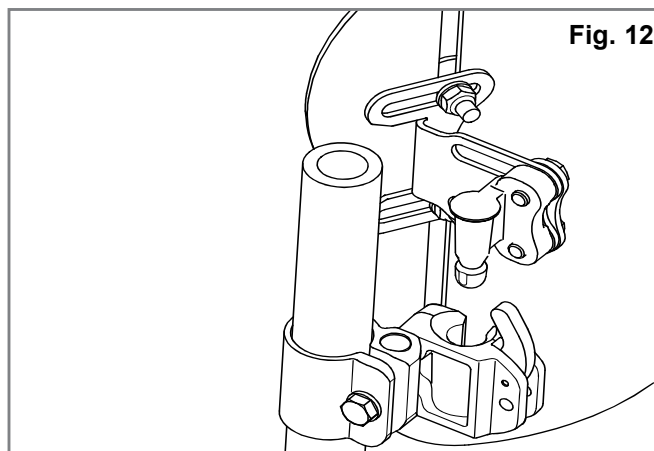

Fig. 12
- À l'aide d'une clé de 10 mm, desserrez, sans les retirer, les vis (B) et les écrous (C).
- Attachez le dossier J3 Carbon au support en insérant les tiges dans les logements prévus à cet effet (Fig. 12).